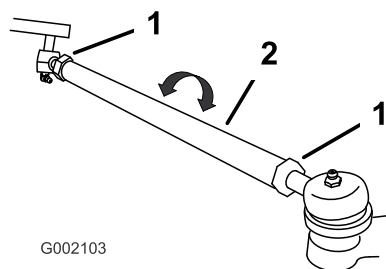

Figura 54
7. Se a medição obtida não se situar entre 0 e 6 mm, desaperte as porcas de retenção nas extremidades das barras (Figura 54).